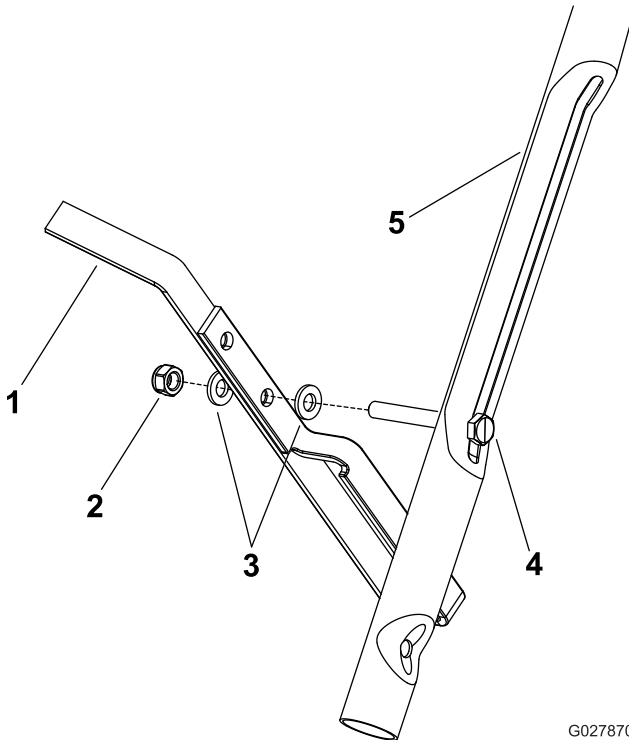

Figure 6
Fixez la butée de pied au boulon sur le côté droit de la partie inférieure du guidon avec un écrou et 2 rondelles (Figure 6).
**Remarque:** Montez la butée de pied dans le trou inférieur, comme montré à la Figure 6.